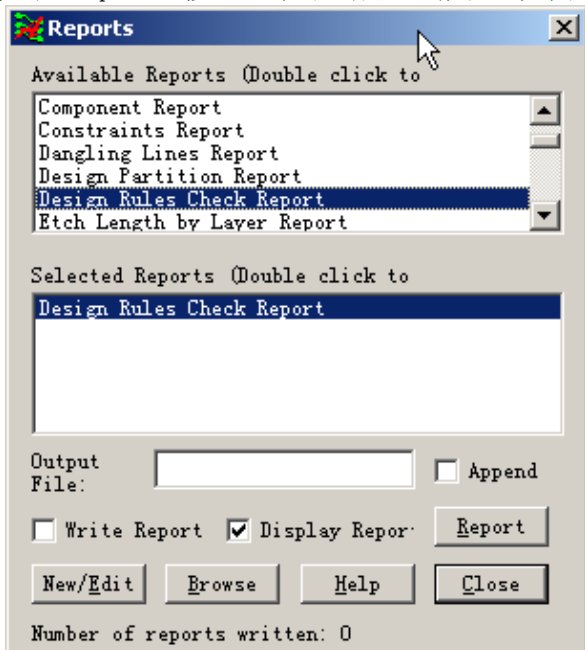

图 11 “Report”对话框
3.3 生成 DRC 报告。在主菜单中选择 **Tools** → **Report** 命令, 弹出“Report”对话框, 在“Available Report”列表框选择“Design Rules Check Report”使其出现在“Selected Report”列表框中, 单击“Report”按钮, 即可生成 DRC 报告, 如图 11、12 所示。其它相关报告也可以按此操作生成。